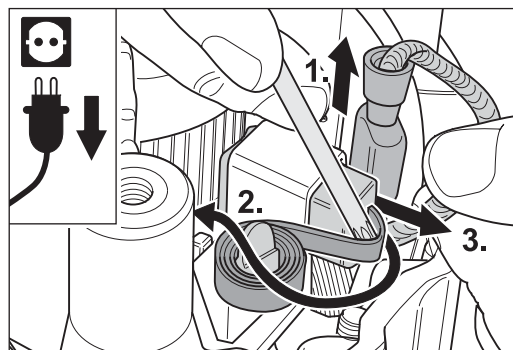

Abb. 49 Den Anschluss-Stecker abziehen (1.), den Messing-Druckbügel zur Seite drehen (2.) und die Kohlebürste entfernen (3.).
- 4 Ziehen Sie den Anschluss-Stecker einer Kohlebürste vom Kohlenhalter ab (Abb. 49, 1.).
- 5 Drehen Sie den Messing-Druckbügel des Kohlenhalters mit Hilfe des Universalschlüssels zur Seite (Abb. 49, 2.) und entfernen Sie die abgenutzte Kohlebürste (Abb. 49, 3.).